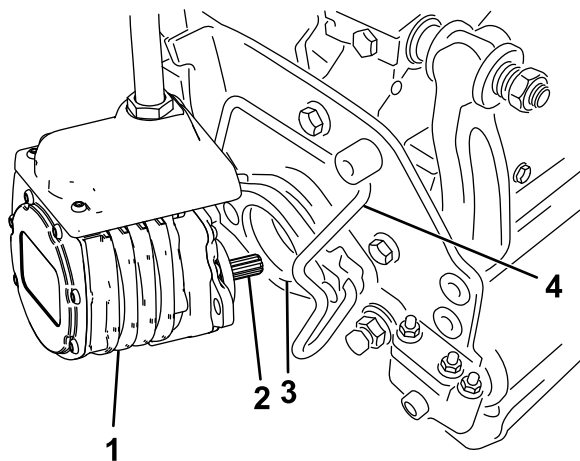

Figure 66
6. Enduisez de graisse propre l'arbre cannelé du moteur de l'unité de coupe (Figure 66).
7. Insérez le moteur dans le côté gauche de l'unité de coupe (vu de la position de l'utilisateur) et tirez la barre de retenue du moteur située sur l'unité de coupe vers le moteur jusqu'à ce que vous entendiez un déclic des deux côtés du moteur (Figure 66).